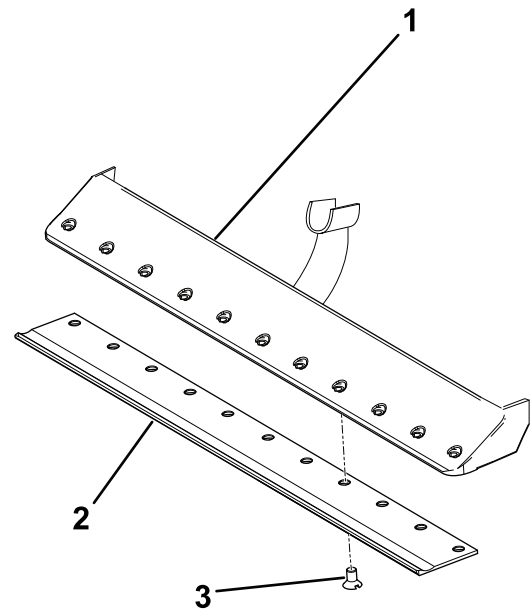

Figure 18
4. Appliquez du produit antigrippant sur les vis et montez la contre-lame sur la barre d'appui comme suit (Figure 18) :